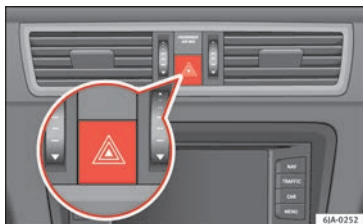

Abb. 133 Kombiinstrument: Schalter für Warnblinkanlage
- Drücken Sie den Schalter  » **Abb. 133**, um die Warnblinkanlage ein- bzw. auszuscha-